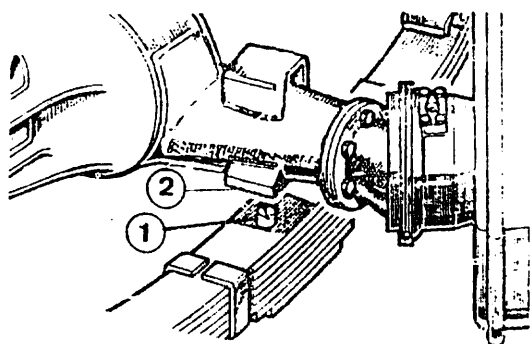

Fig. 5B.3-5
Conecte la parte delantera de la ballesta al chasis por medio de los bulones (11) y tuercas (10) (Fig. 5B.3-4), sin apretar a fondo.
Monte los abarcones (6), la placa y el amortiguador (7), y las tuercas (5) (Fig. 5B.3-2), fijadas al par especificado.